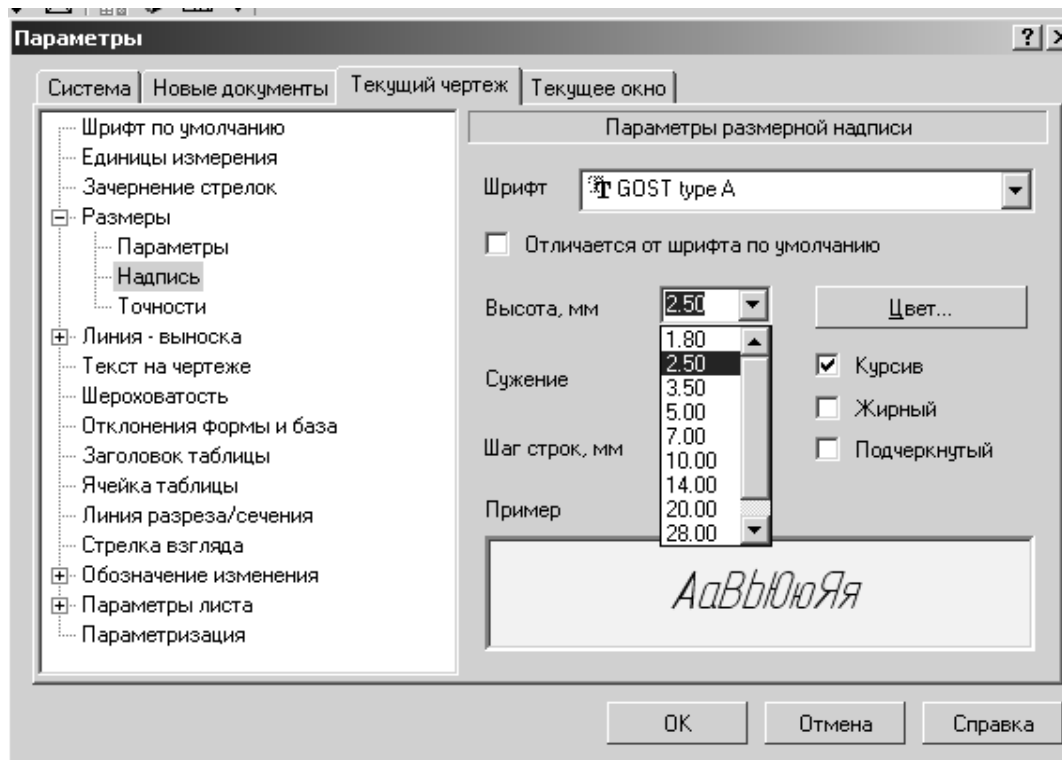

Рис.19.
5. Изменить высоту размерной надписи при помощи команды **Текущий чертеж⇒Размеры⇒Надпись**. В окне (рис.19) выберите высоту равной 2,5 мм.